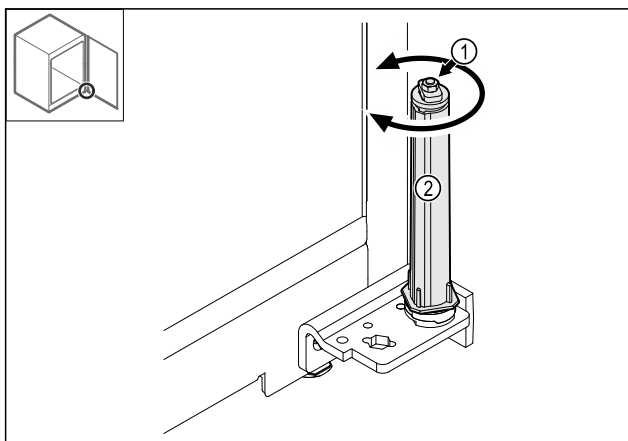

Fig. 36
- Ne rastavljajte vijčani spoj Fig. 36 (1) sustava zatvaranja.
- Okrećite sustav zatvaranja Fig. 36 (2) dok ne klikne.